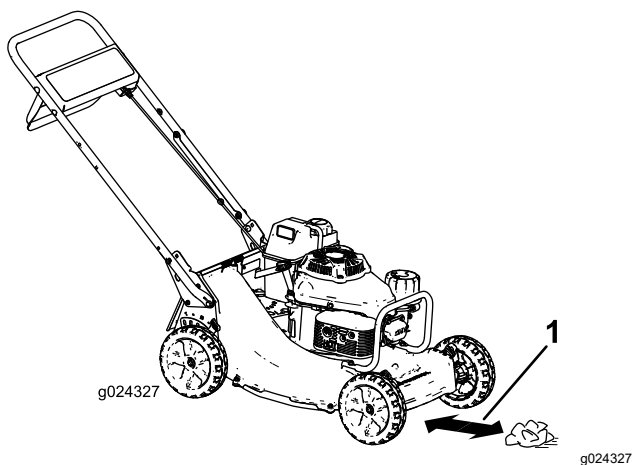

Figura 16
4. Coloque la bola de papel de periódico a unos 13 cm (5") por delante de la máquina (Figura 16).